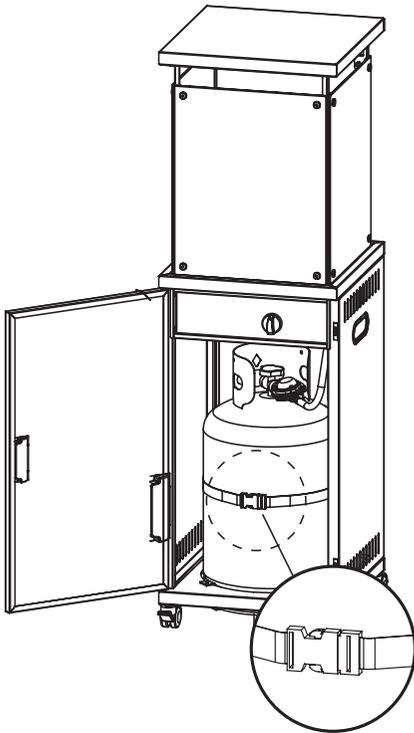

Рис. 19.
16. Только пропан - Правильное подсоединение шланга (рис. 19).